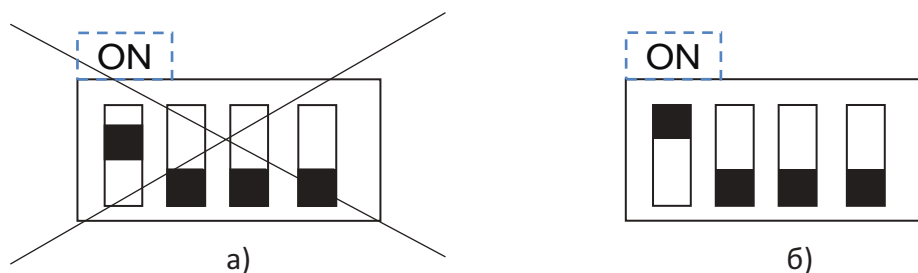

Рис. 8.6.
8.4.3. При установке ползунка DIP-переключателя в определенное положение он должен быть передвинут до упора и не находиться в промежуточном положении. На рис. 8.6.(а) показано неправильное положение ползунка, на рис. 8.6.(б) – правильное.